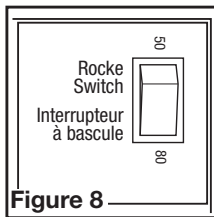

Figure 8
2. Locate the rocker switch at the top of the wiring compartment and set to the desired CFM - "Low" for 50 CFM or "HIGH" for 80 CFM (**Figure 8**).
2. Localisez l'interrupteur à bascule en haut du compartiment de câblage et réglez-le sur le nombre de PCM souhaité - « Bas » pour 50 PCM ou « Haut » pour 80 PCM (**Figure 8**).